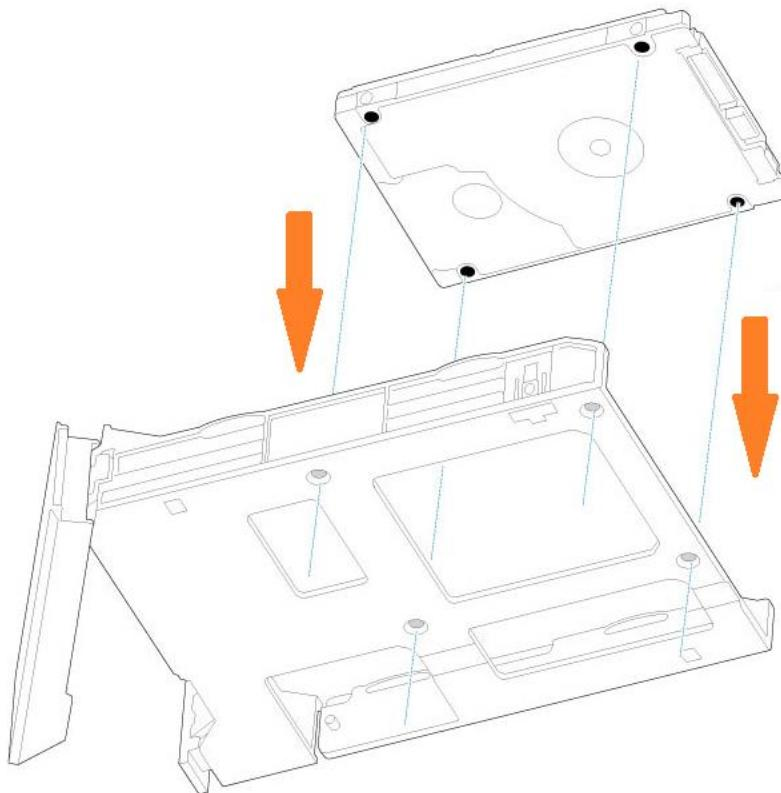

Рисунок 138 - Совмещение отверстия для винтов
- 4.5) Совместить отверстия для винтов на лотке жестких дисков с отверстиями для винтов внизу 2,5-дюймового жесткого диска или твердотельного накопителя (см. Рисунок 138).